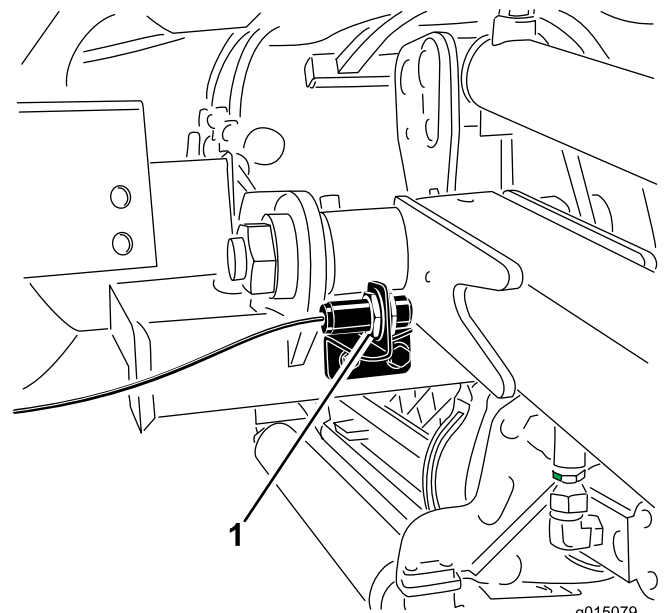

Figura 42
2. L'interruttore del braccio di sollevamento è situato dietro il braccio di sollevamento anteriore destro (Figura 42).
3. Allentate le viti di attacco dell'interruttore (Figura 42) e alzate l'interruttore per aumentare l'altezza d'inversione del braccio di sollevamento, o abbassate l'interruttore per ridurla. Serrate le viti di fissaggio.